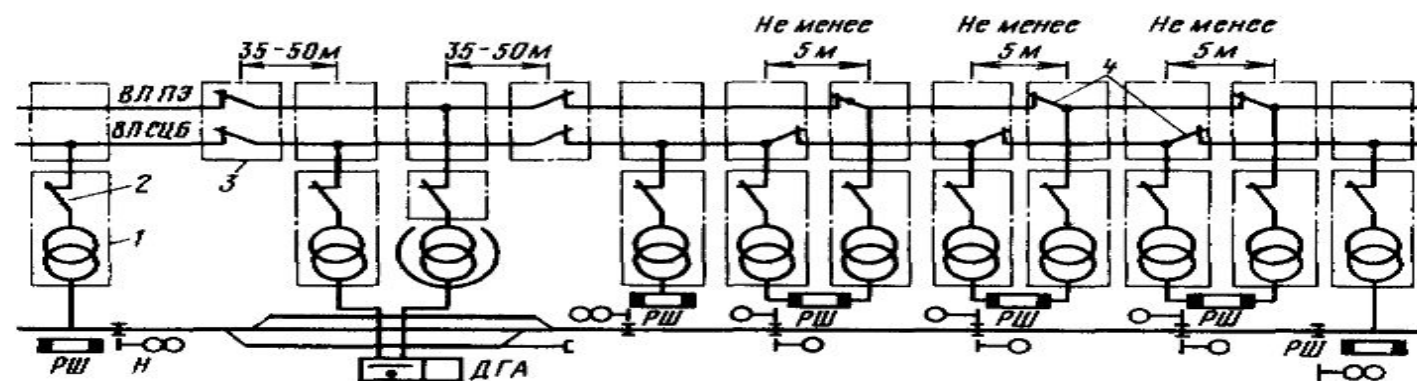

Рис. 250. Схема электроснабжения сигнальных установок кодовой автоблокировки и централизации малых станций при двухцепной линии электропередачи
- В схеме электроснабжения сигнальных установок кодовой автоблокировки и централизации малых станций при двухцепной линии электропередачи (рис. 250) разъединители 3 с дистанционным управлением устанавливаются в обе цепи линии между трансформаторами, питающими устройства электрической централизации. С их помощью быстрее определяют повреждение в пределах перегона. Линейные разъединители 2,4 с ручным управлением позволяют выключить линию в пределах участка между смежными трансформаторами типа ОМ (однофазный масляный), не нарушая питания сигнальных точек. Трансформатор, питающий сигнальную точку, совместно с разъединителем 2 устанавливают на силовой выносной опоре 1. Разъединитель позволяет проверить трансформатор без нарушения двухстороннего питания линии.